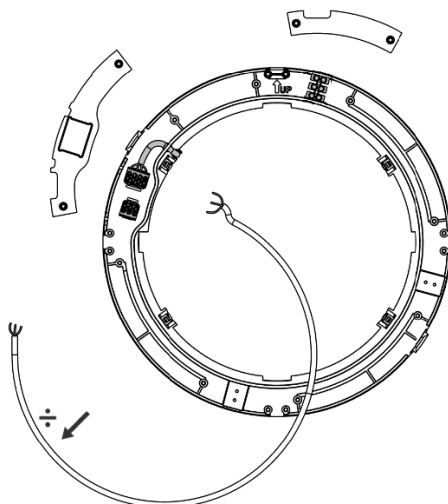

Figure 37 - Retirez le câble interne.
1. Enlevez les couvercles du haut et de gauche, et retirez le câble interne (voir Figure 37 ci-dessous).